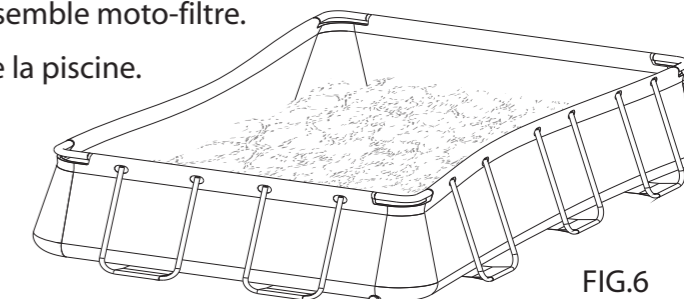

FIG.6
9. Lorsque la moitié remplis d'eau, le cadre supérieur aura tendance à baisser au milieu (voir Fig.6). Il est absolument normal. Continuez à remplir d'eau au niveau optimale, le cadre se restaurera à sa forme normale.